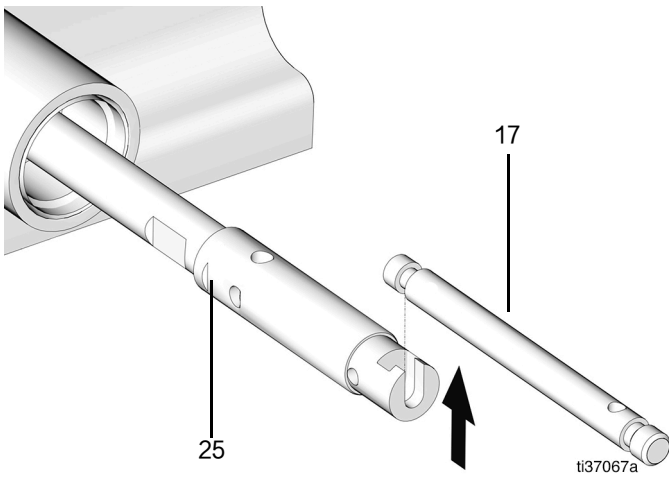

图 42
- 26. 从泵活塞 (25) 上卸下铲杆 (17) (图 42)。